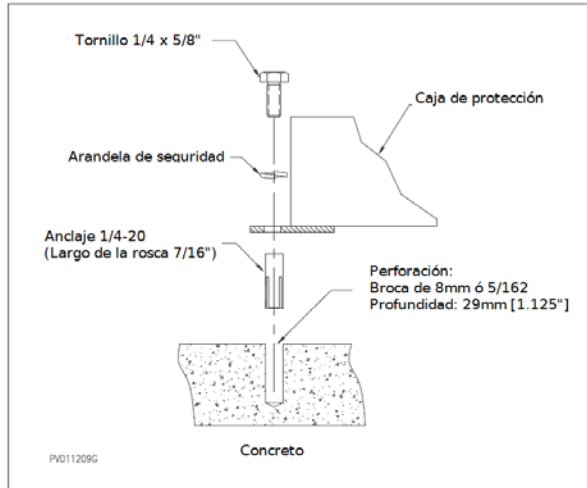

Figura 51: Fijación de la caja de protección sobre concreto
1. Perfore dentro de la pared de concreto de acuerdo a la figura 51: "Fijación de la caja de protección sobre concreto".